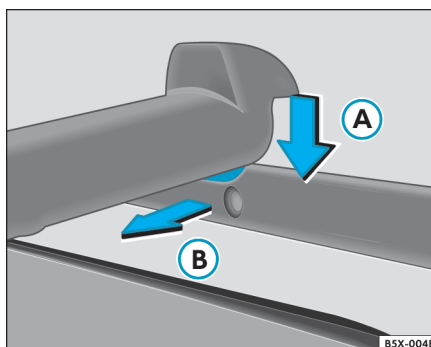

Fig. 81 Detalle del encaje del travesaño
- Para encajar los extremos fijos (A) ⇒ página 90, fig. 81, presione el travesaño contra el larguero opuesto y al mismo tiempo, desplace la traba en el sentido de la flecha (B) ⇒ página 90, fig. 81, para vencer el resorte ⇒ ⚠.